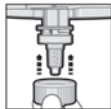
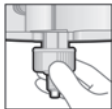

Fig. 3
Fig. 4.1
5. Når blandespissen er plassert korrekt (fig. 3), skyver du Dynamix festeringen til stopp over blandespissen. Drei den deretter mot høyre (1/4 omdreining), til den går forsvarlig i lås. (fig. 4.1, 4.2, 5)